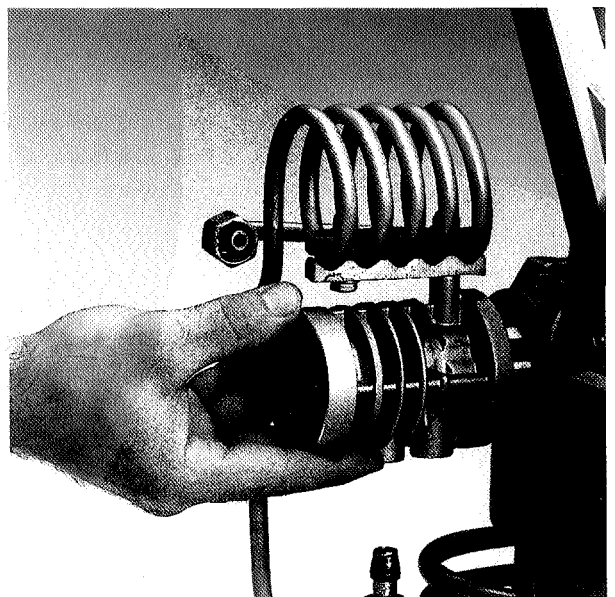

Abb. 13
- Unscrew off the fanwheel (1).
- Unscrew off the nuts (2) with a 10 mm wrench.
- Remove the cylinder (3). (see fig. 13).
- Push out the piston bush with the piston (4) from the upper part of the cylinder (3).
- Dévisser le ventilateur (1).
- Dévisser les 4 écrous (2) à l'aide d'une clé de 10 mm.
- Enlever le cylindre (3). (Voir ill 13).
- Faire sortir la boîte à piston et le piston (4) de la partie supérieure du cylindre (3).
- Ventilatorrad (1) abschrauben.
- 4 Muttern (2) SW 10 abschrauben.
- Zylinder (3) abnehmen. (Siehe Abb. 13).
- Kolbenbüchse mit Kolben (4) aus Zylinderoberteil (3) herausdrücken.